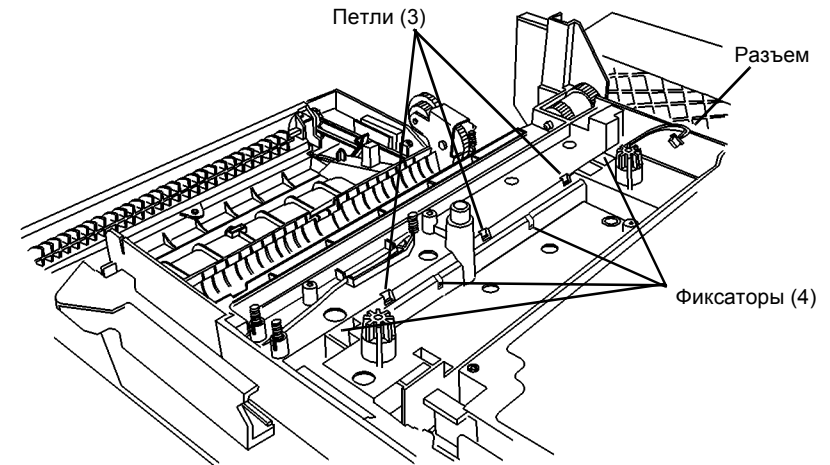

Рисунок 1 Снятие лампы стирания
8. Снимите лампу стирания (Рисунок 1).
- a. Протолкните фиксаторы (4) в отверстия.
- b. Со стороны полости для копи-картриджа разъедините петли (3).